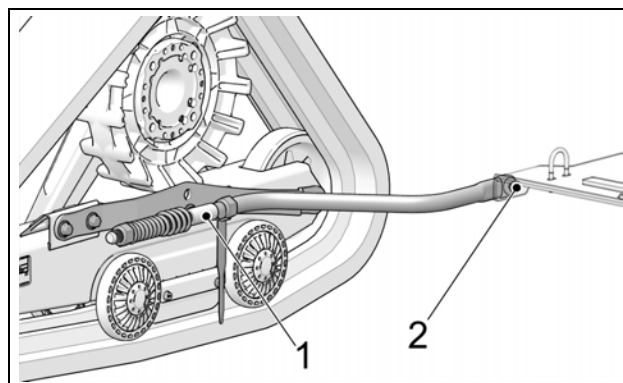

Figure 9
- Le bras stabilisateur doit être fixé au système de traction (1) et à l'ancrage arrière (2) installé au véhicule. Voir la Figure 9.